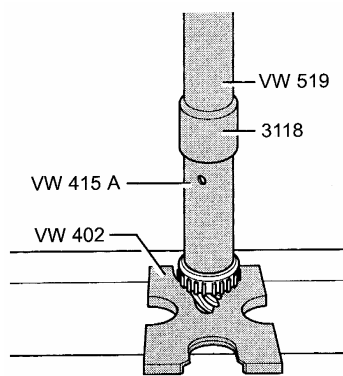

图 12-100 压入大圆锥滚柱轴承内圈
(13) 压入大圆锥滚柱轴承内圈，如图 12-100 所示。